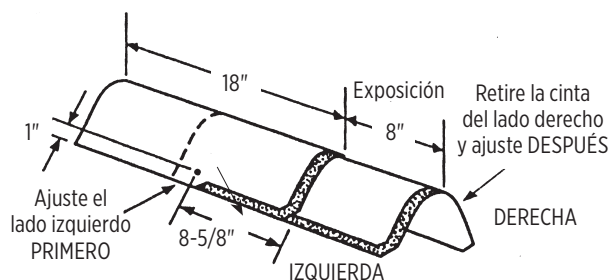

Figura 15-15: Instalación de las tejas Shangle Ridge® en limas y cumbreras.
7. Sujete cada remate con dos sujetadores (ver figura 15-15). La longitud de los sujetadores deben ser 1 3/4" (45 mm) o más, de tal manera que penetren 3/4" (19 mm) en la plataforma de techo o la atraviesen por completo, dejando expuestas al menos 1/8" (3.2 mm) de la punta del clavo. Exponga 8" (203 mm) de accesorio a lo largo de la línea de lima o cumbrera y cubra todos los sujetadores.